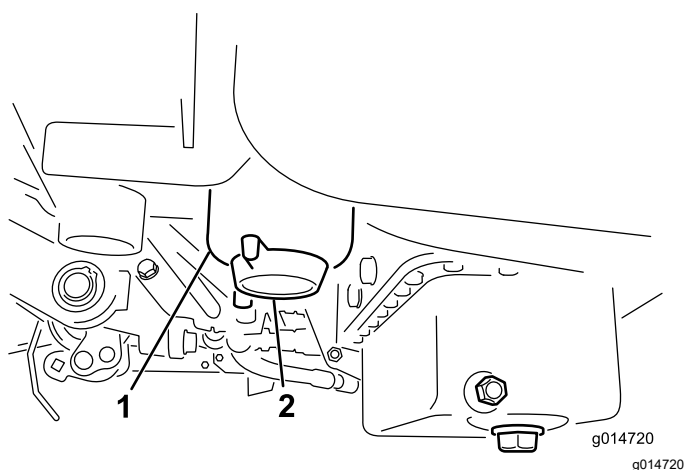

Рисунок 33
3. Откройте сливную пробку на топливном фильтре примерно на один оборот и слейте всю накопившуюся воду (Рисунок 33).